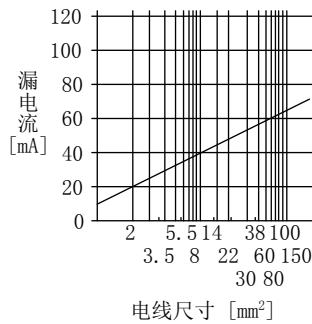

图11.2 CV电缆金属接线时的每1km的漏电流示例（Ig1，Ig2）
- Ig1: 从漏电断路器至伺服放大器输入端子为止的电路漏电流（从图11.2得出）
- Ig2: 从伺服放大器输出端子至伺服电机为止的电路的漏电流（从图11.2得出）